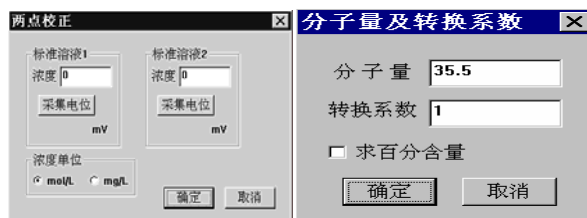

图 5
(3) 二点校正如图 5 所示。选择浓度单位→mol/L 或 mg/L；输入第一个标液浓度值，采集电位→输入第二个标液浓度值→采集电位→单击【确定】。自动计算出斜率。